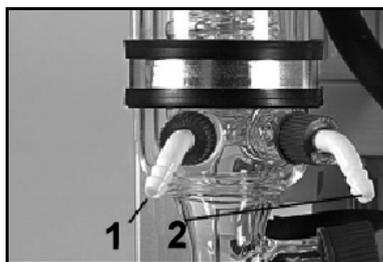

Fig. 16: collegamento del liquido refrigerante condensatore ad alto rendimento
**i** I collegamenti del liquido refrigerante sul condensatore ad alto rendimento sono progettati per tubi flessibili di diametro interno di 8 mm. Per l'ingresso e l'uscita del liquido refrigerante v. fig. 16, pagina 30.
**i** I collegamenti del liquido refrigerante sul condensatore ad alto rendimento sono progettati per tubi flessibili di diametro interno di 8 mm. Per l'ingresso e l'uscita del liquido refrigerante v. fig. 16.
- i** Per l'ingresso e l'uscita del liquido refrigerante v. fig. 16, pagina 30.